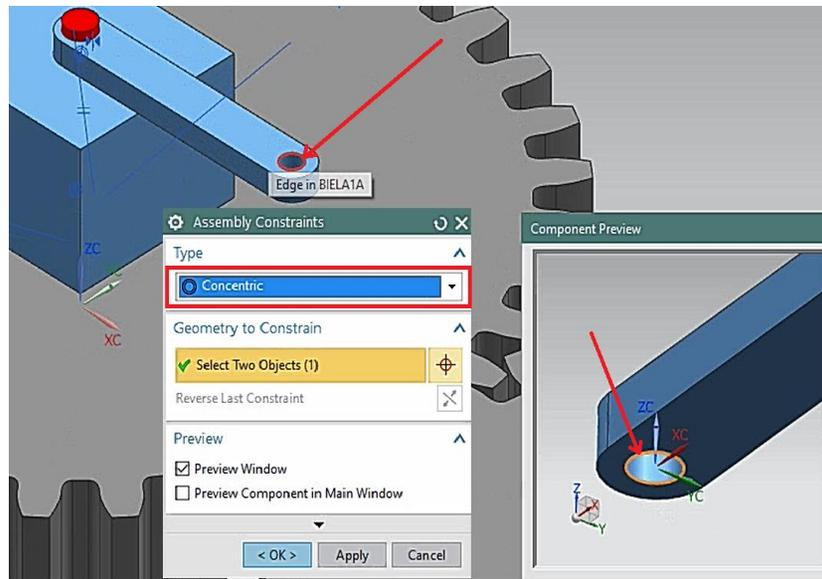

Figura 1.28 Restricción tipo **Concentric**, circunferencia superior de biela1a.prt y circunferencia inferior de barra3b1.prt.
- Elegir el tipo de restricción **Concentric**. Seleccionando la circunferencia inferior de **barra3b1.prt** y la circunferencia superior de la **biela1a.prt** (Figura 1.28).